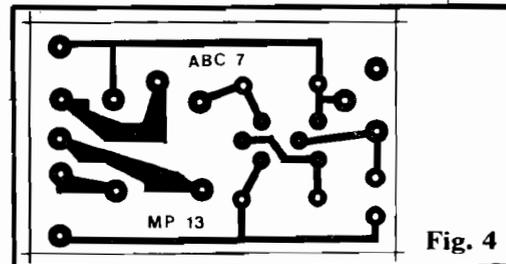

Fig. 4
- **FIG. 4** - Circuito Impresso específico, em tamanho natural (escala 1:1), permitindo a cópia (carbonagem) direta. A Seção "TRUQUES & DICAS" de ABC nº 5 mostrou os diversos "mances" e técnicas básicas para a confecção de uma placa específica de Circuito Impresso... "Vão lá"... O padrão é muito simples e está ao alcance da pouca prática (relativa...) dos "Alunos". Tudo é só uma questão de atenção e cuidado (tratam de ir treinando, pois já avisamos que as Montagens Práticas e Definitivas do ABC, daqui pra frente, serão praticamente **todas** dentro dessa técnica... Vocês já passaram daquela fase do "Jardim de Infância", realizando as montagens em barras de conetores, não é...?).